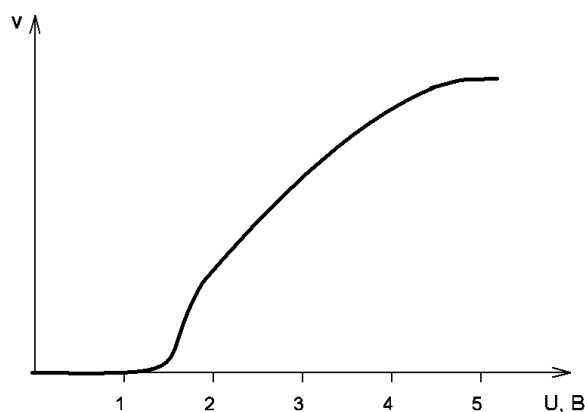
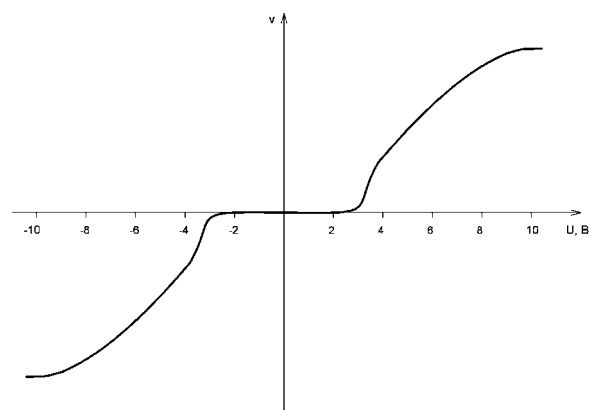

Рисунок 5.5 – Зависимость скорости вращения вала двигателя от напряжения на выводе «Скорость»
Рисунок 5.6 – Зависимость скорости вращения вала двигателя от напряжения на выводе «Скорость» для вариантов управления «В» и «Ж»
**«Скорость».** Вход задания скорости вращения вала двигателя. Диапазон регулирования скорости лежит в пределах 1,5...4,5 В. Зависимость скорости вращения вала двигателя от напряжения на входе «Скорость» представлена на рис.5.5 и рис.5.6 (для вариантов управления «В» и «Ж»).